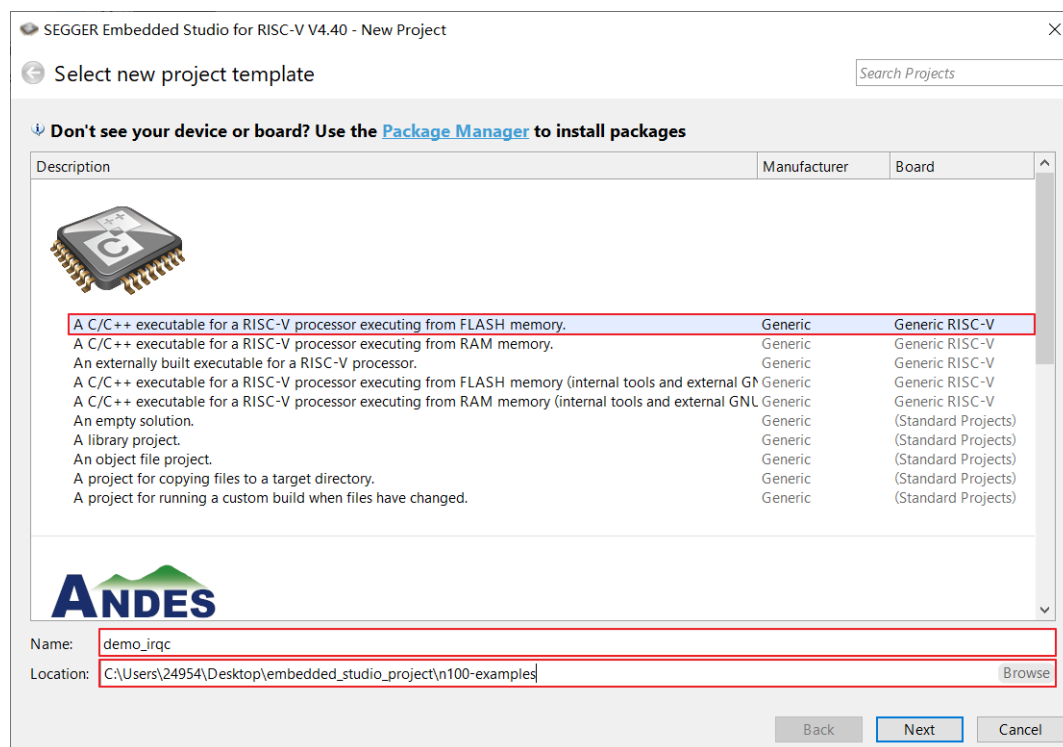

图 2-7 工程名和路径
■ 点击后弹窗如图 2-7，选择第一项，输入工程名并且选择文件夹路径，点击 next。